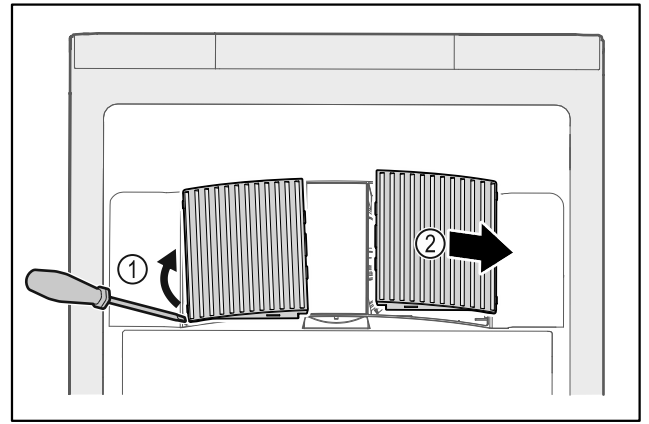

Fig. 133
- ▶ Estrarre con cautela i coperchi delle ventole dai lati Fig. 133 (1) e rimuoverli in avanti Fig. 133 (2).